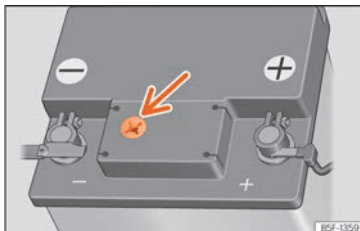

Abb. 217 Sichtfenster an der Oberseite der 12-Volt-Fahrzeugbatterie (Prinzipdarstellung).
- Prüfen Sie die Farbanzeige im runden Sichtfenster an der Oberseite der Batterie » » » **(Abb. 217)**.